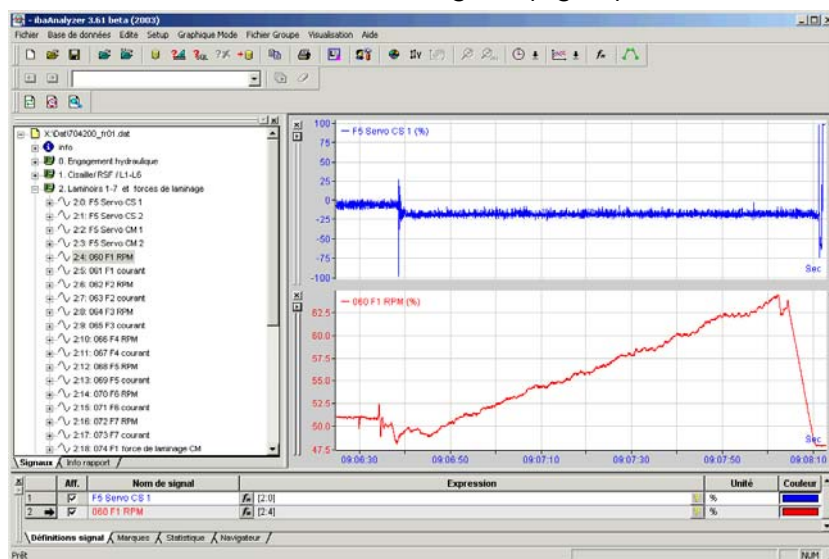

Fig.56 Représenter un autre signal dans une nouvelle bande
- Représenter un autre signal dans une nouvelle bande:** il suffit de déplacer le signal souhaité dans la zone de l'axe X dans la fenêtre d'affichage ou de faire un double clic sur le nom du signal. (Fig.56)